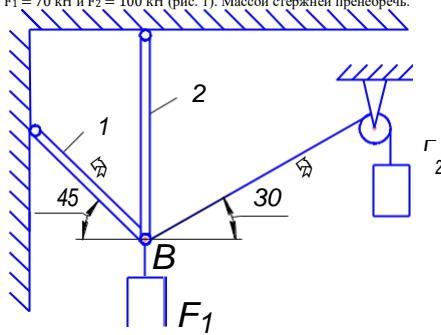

Рисунок 1
Пример 1. Определить реакции стержней, удерживающих грузы $F_1 = 70 \text{ кН}$ и $F_2 = 100 \text{ кН}$ (рис. 1). Массой стержней пренебречь.
1. Рассматриваем равновесие шарнира B (рис. 1).